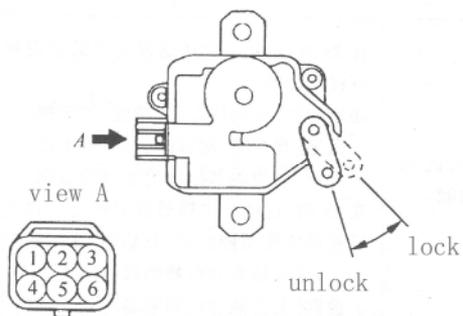

Fig. 20—124
7. Tailgate latch administer, see Fig. 20—124、 Table 20—77。
8. Tailgate on-off see Fig. 20—125、 Table 20—78。